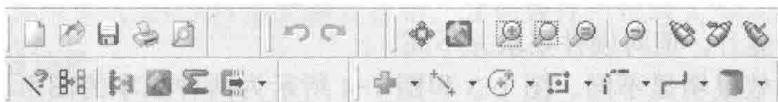
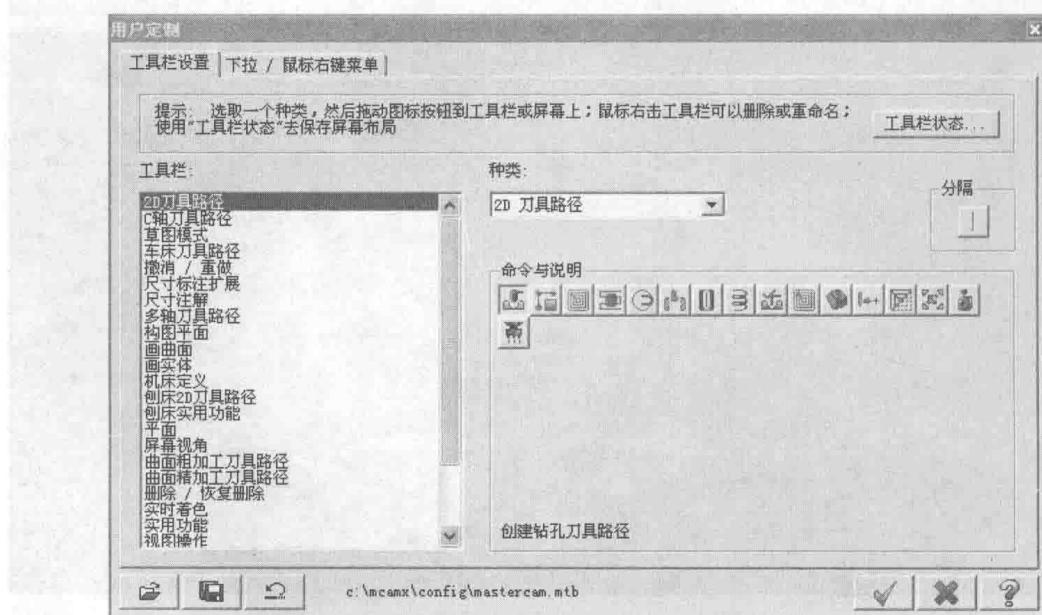

图 1-5 直觉化的工具栏
图 1-6 自行定义工具栏
4) 应用全新整合式的视窗界面，使工作更迅速。直觉化的工具栏使操作更方便、更快捷（见图 1-5），可以在工具栏中或鼠标右键栏中自行定义常用的工具，（见图 1-6），也可依据个人不同的喜好，调整屏幕外观及工具列。